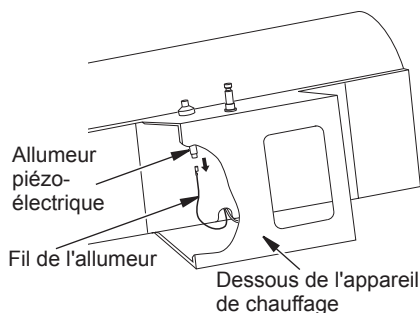

Figure 10 - Retrait du fil de l'allumeur de l'allumeur piézo-électrique
2. Retirez le fil d'allumage noir de l'allumeur piézo-électrique. Le fil d'allumage se trouve sous le socle de l'appareil de chauffage (voir figure 10). Faites passer le fil dans l'encoche du bouclier.